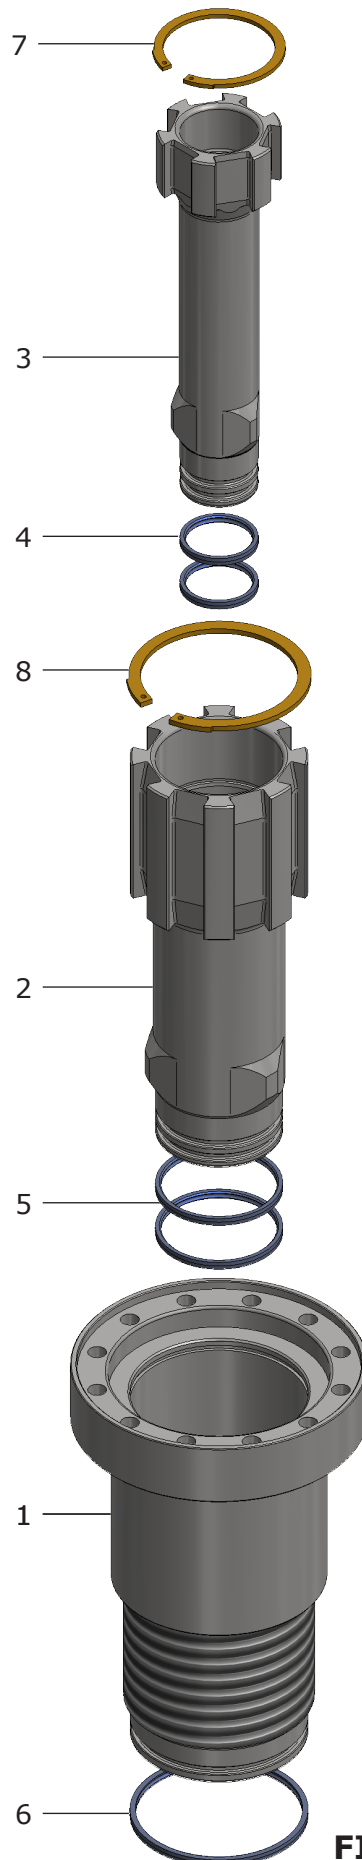

FIG. 2.17
**J-XMHPSAT3 (REF. FIG. 2.17)**